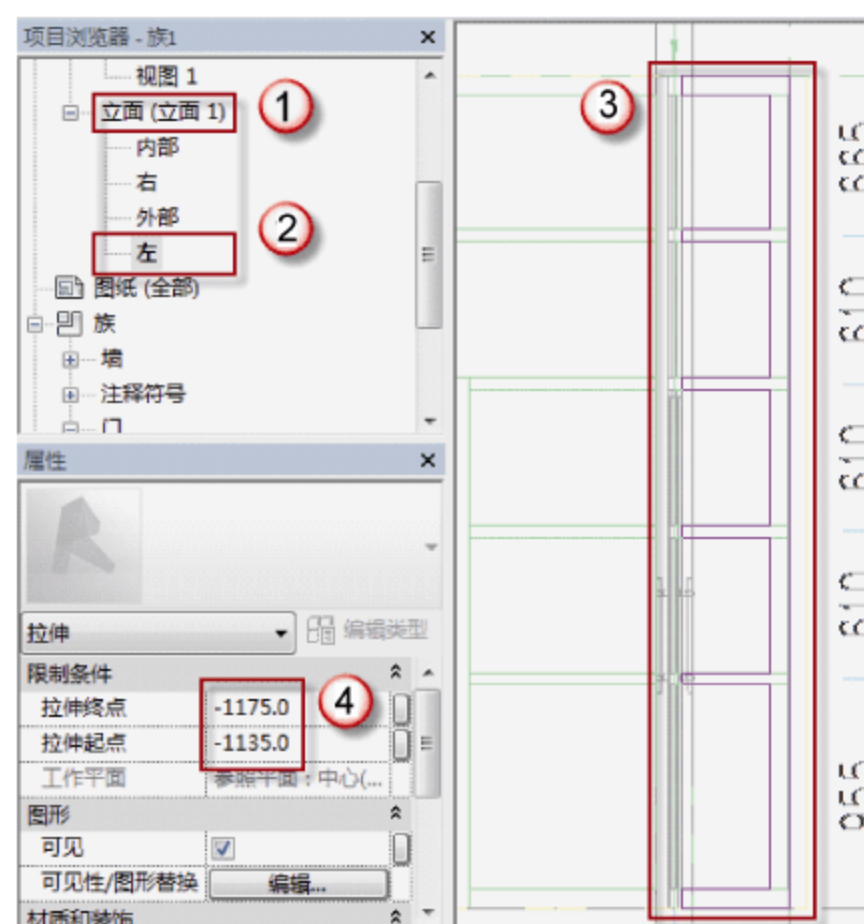

图 6.3.74 MC2934 转角窗窗框的位置及厚度
(30) 绘制 MC2934 转角窗窗框。选择“项目浏览器”中的“立面(立面 1)”→“左”选项,可以进入 MC2934 的外部立面视图,选择“创建”→“拉伸”命令,进入“修改|编辑拉伸”界面,用菜单中的绘制工具绘制 MC2934 窗窗框,如图 6.3.74 所示。在“属性”面板中,在“拉伸终点”中输入“-1175”字样,在“拉伸起点”中输入“-1135”字样,完成后单击√按钮完成绘制。